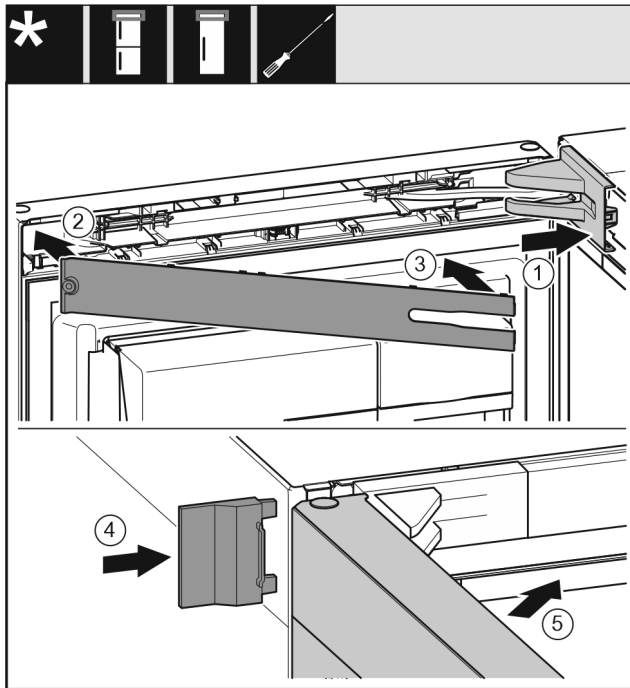

Fig. 43
- ▶ Vendosni kapakun mbulues të bazamentit mbështetës Fig. 43 (1) dhe mbërthejeni në vend, duke i ndarë nga njëri-tjetri nëse nevojitet.
- ▶ Vendosni panelin mbulues Fig. 43 (2).
- ▶ Hapni kapakun Fig. 43 (3) dhe mbërthejeni.
- ▶ Shtyni kapakun mbulues të jashtëm Fig. 43 (4).
- ▶ Mbyllni derën lart Fig. 43 (5).